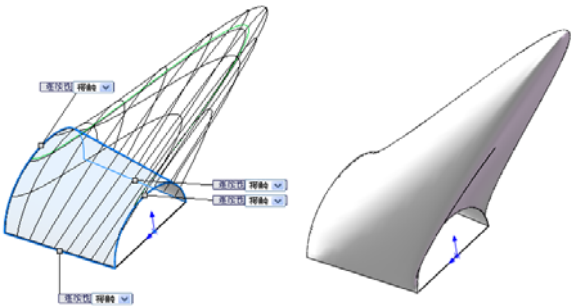

图 6-115 拖动通过点改变形状
- 通过点：在控制曲线上使用通过点，通过拖动通过点以修改面，如图 6-115 所示。